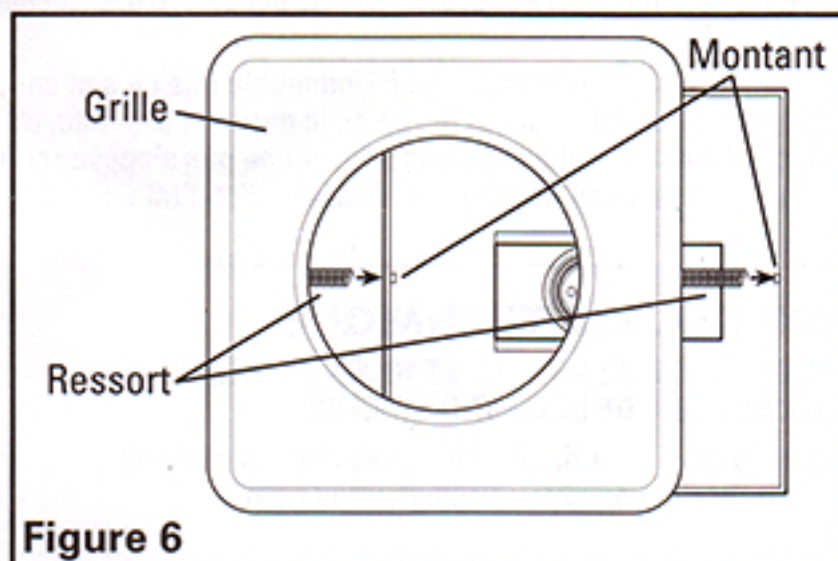

Figure 6
1. Sortir la grille de la boîte et attacher les ressorts de la grille sur les montants des deux côtés du châssis (**Figure 6**).